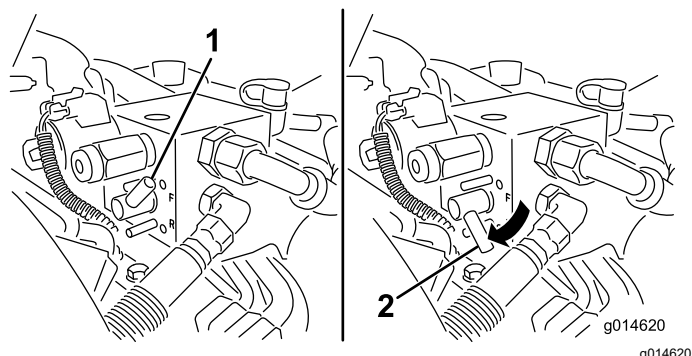

Figura 52
- Gire la palanca de autoafilado a la posición de MARCHA ATRÁS (R) (Figura 52).